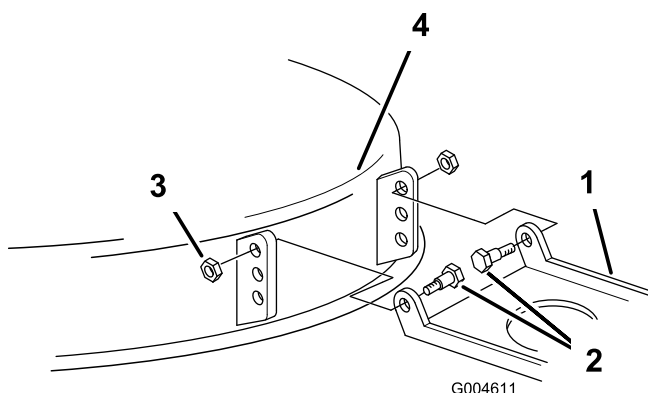

Figura 49
18. Se girando il dado di regolazione dell'inclinazione non riuscite ad ottenere l'inclinazione anteriore di 6-16 mm, spostate l'attacco orientabile sul tosaerba (Figura 49).
19. Togliete i bulloni di spallamento e i dadi di bloccaggio dal tosaerba (Figura 49).
20. Abbassate di un foro il perno del tosaerba, e montate i bulloni di spallamento e i dadi di bloccaggio (Figura 49).